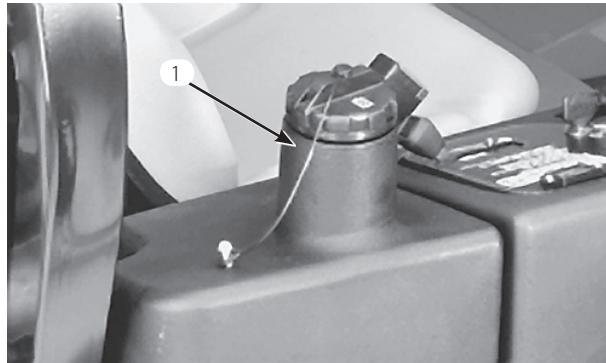

図 56
3. タンク (図56) に油圧オイルを入れる。容量は約 13.2 リットル； 19ページの油圧系統を点検する」を参照。